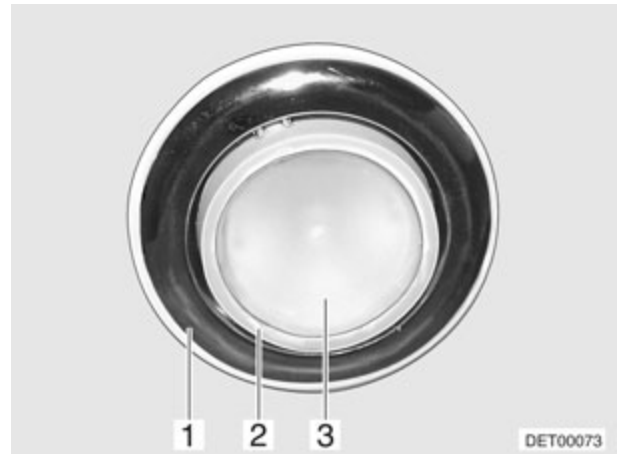

Fig. 163 Lámpara halógena (variante 1)
- Sacar la lámpara (Fig. 163,1) haciendo palanca con una herramienta apropiada (p. ej. destornillador) y retirarla.
- Quitar el foco (Fig. 163,2) de la lámpara.
- Retirar la tapa (Fig. 163,3).